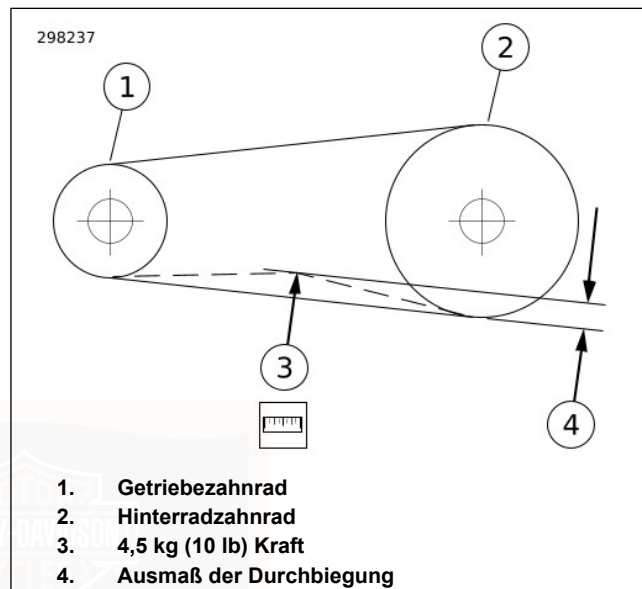

Abbildung 124. Riemendurchbiegung überprüfen
- b. **Alle anderen Modelle:** Siehe Abbildung 124. Bei stillgehaltenem Messgerät Riemendurchbiegung (4) messen.